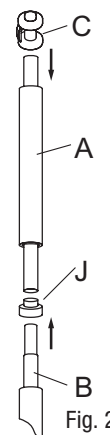

Fig. 2
Inserite un distanziatore (J) e la parte assemblata in FASE 1 sul telaio inferiore. Ripetete l'operazione per tutte le sbarre. (Fig. 2)